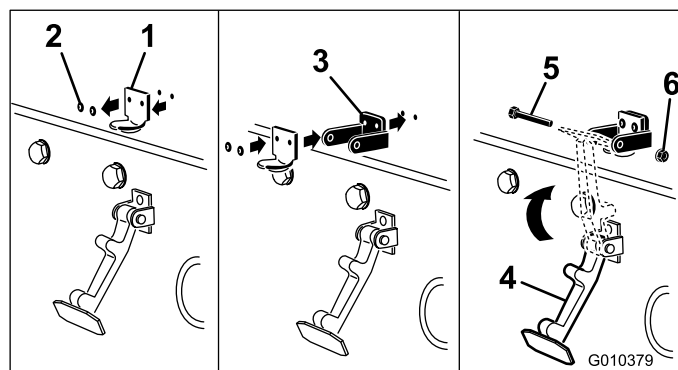

Figura 4
2. Rimuovete i (2) rivetti che fissano la staffa del fermo del cofano al cofano (Figura 4). Rimuovete la staffa del fermo del cofano dal cofano.
3. Mentre allineate i fori di montaggio, posizionate la staffa di bloccaggio CE e la staffa del fermo del cofano sul cofano. La staffa di bloccaggio deve essere contro il cofano (Figura 4).
5. Agganciate il fermaglio sulla relativa staffa (Figura 4).
6. Inserite un bullone (1/4 x 1-1/2 pollici) nella staffa di bloccaggio del cofano e fissatelo con un dado di bloccaggio (Figura 4).